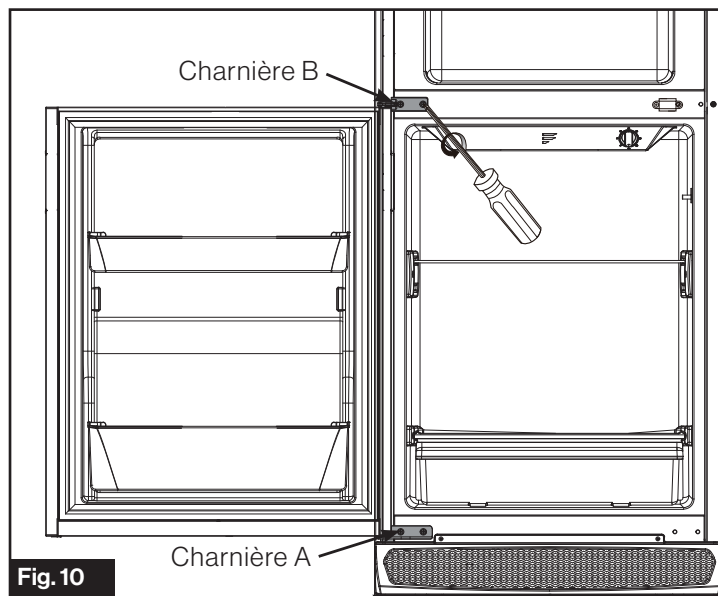

Fig. 10
- Fixez la charnière A en bas à gauche. Réinstallez la porte du réfrigérateur, puis fixez la charnière B sur le côté gauche de la barre centrale. (Fig. 10)